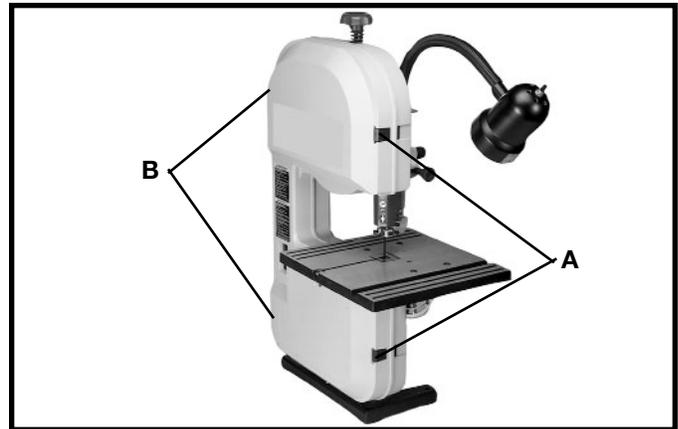

Fig. 17
Pour changer la lame et faire des réglages du centrage de la lame, des guide-lames, etc., le carter monté sur charnières (B) fig. 17 et 18, peut être ouvert comme suit :
2. Appuyez sur les deux loquets (A) fig. 17 et ouvrez le carter (B).
4. Pour fermer et fixer le carter (B) fig. 17 et 18, appuyez sur le carter, là où se trouvent les loquets (A) fig. 17 jusqu'à enclenchement des loquets en position verrouillée.